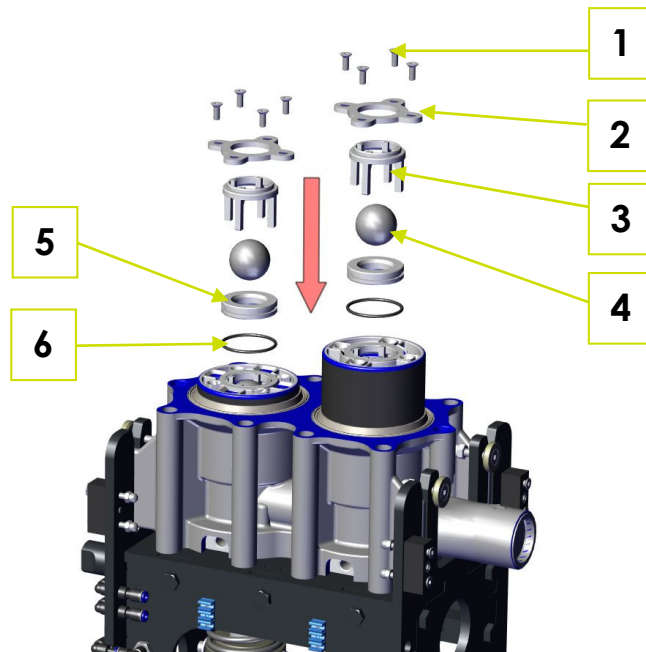

Fig. 6-1: Démontage des clapets dans le bloc cylindre
1. Dévisser les huit vis à tête fraisée M6x16 (1) avec une clé Allen de 4 mm (Fig. 6-1 : Démontage des vannes de produit dans le bloc cylindre).
2. Retirer les deux étoiles de maintien (2).
3. Retirer les deux cages (3) et les billes (4).
4. Enlever les deux sièges de clapet (5) avec les joints toriques.